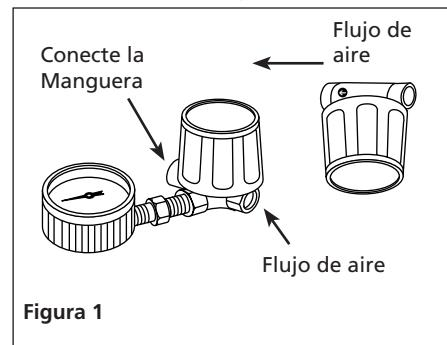

Figura 1
2. Enrosque el niple de 6,3 mm (1/4") en el orificio disponible del presostato, tal como se indica en la figura 1. Apriételo firmemente con una llave. No lo apriete en exceso.